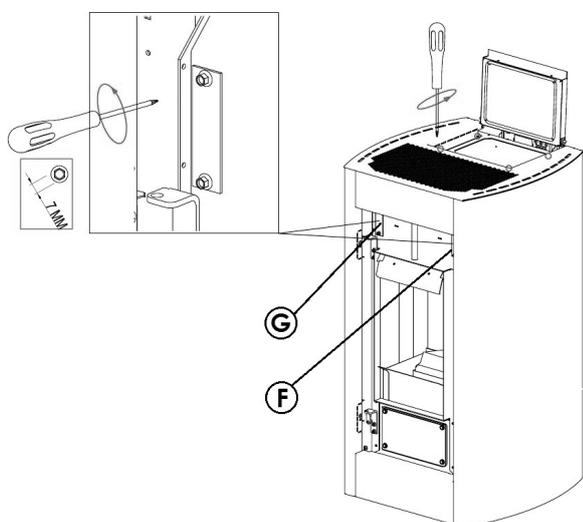

Fig. 83 - Entfernen der Platten
- Bei kaltem Ofen die Tür öffnen, Platte „F“ herausnehmen, indem die beiden Schrauben herauszuschrauben sind (siehe **Fig. 83**).